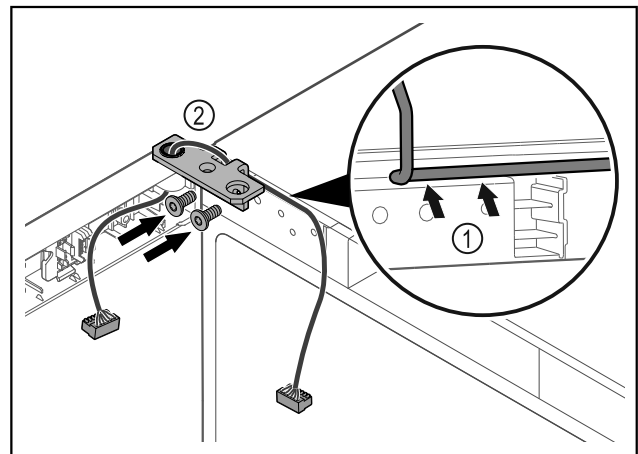

Fig. 62
- Vie kaapeli saranakulman aukon läpi ja aseta se varovasti paikalleen Fig. 62 (1).
- Kiinnitä saranakulma Fig. 62 (2) ruuveilla paikalleen.